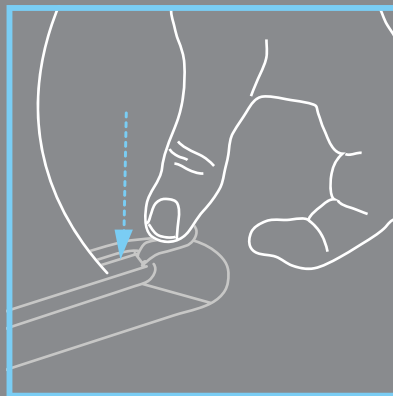

Figura 2
- Premete con decisione l'altra estremità della pinna verso il basso e bloccatela in posizione premendo verso il basso il fermo. (Figura 2)